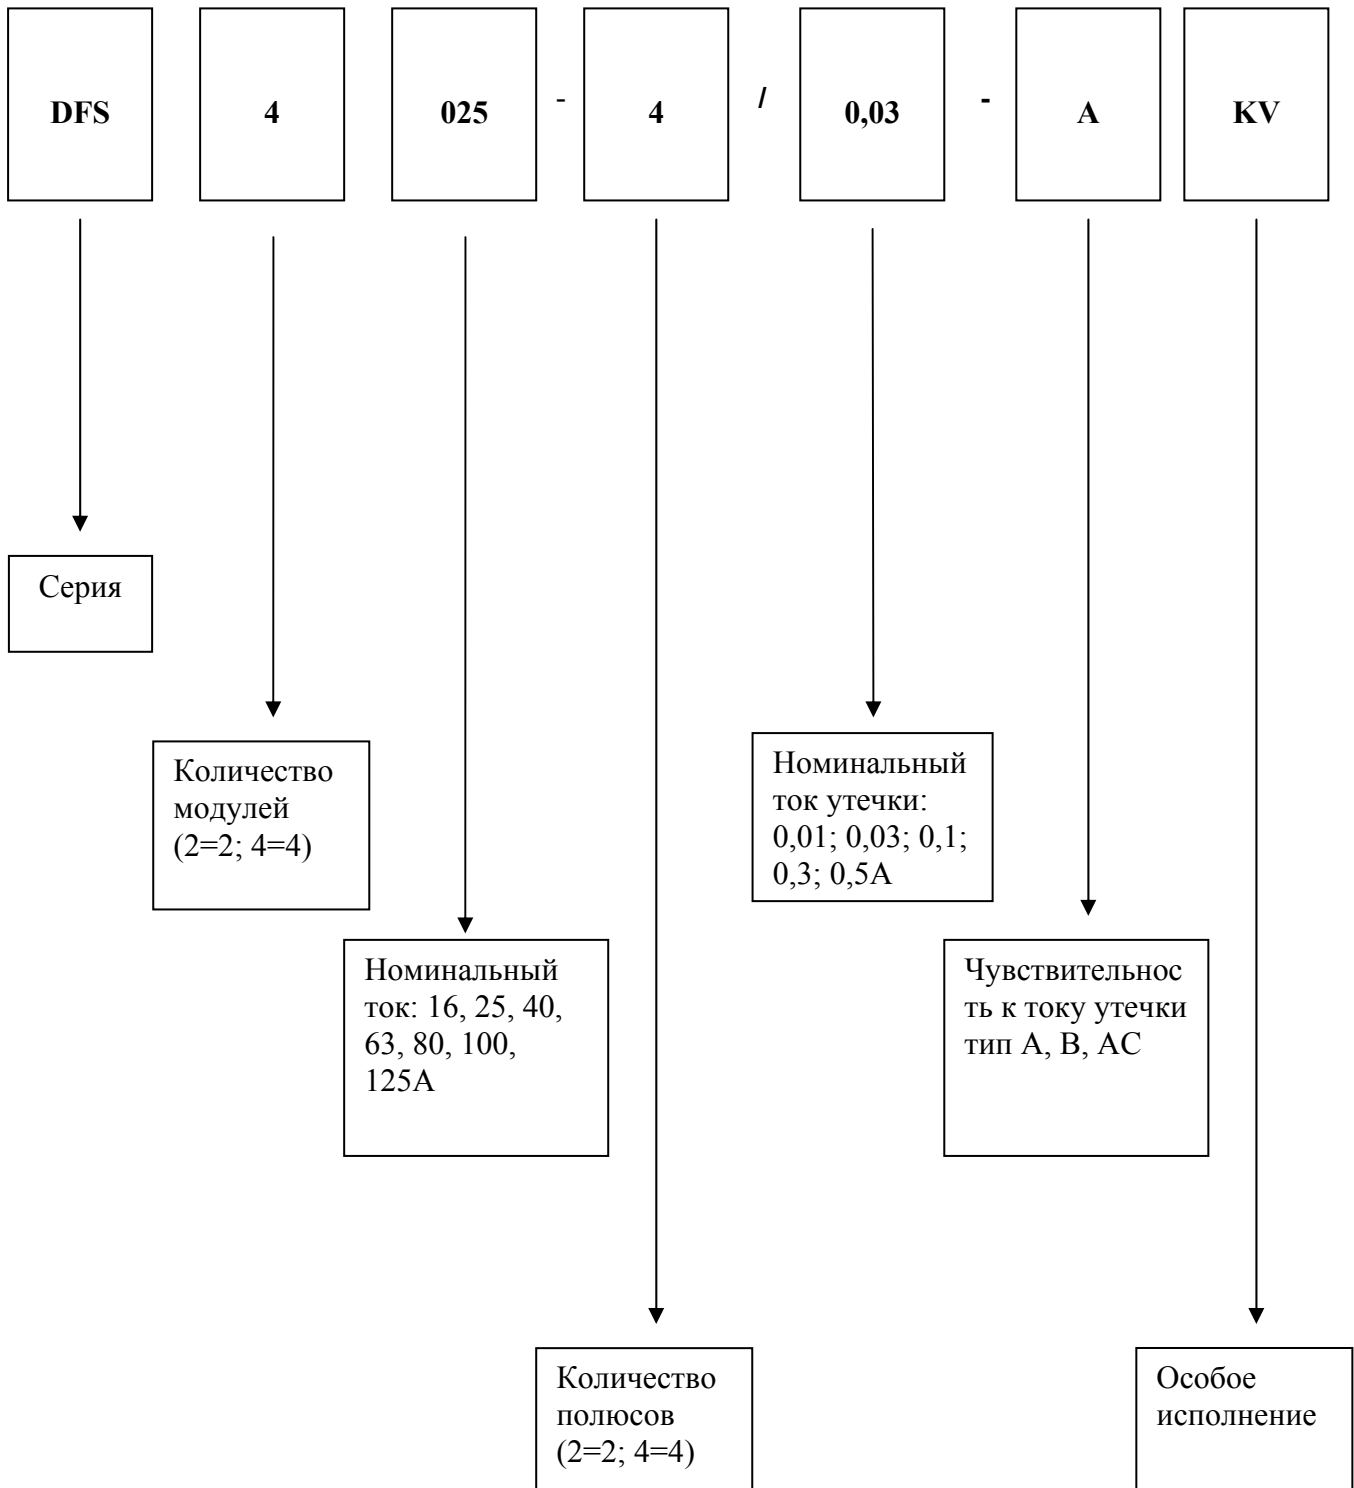

Рис.9
- RCCB – без встроенной защиты от сверхтоков (на **рис.9** – расшифровка кодировки);